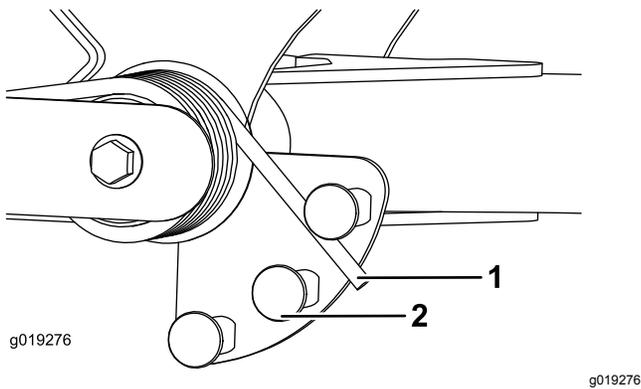

Рисунок 53
2. Наденьте трубу или аналогичный предмет на длинный конец пружины и поверните его вокруг пружинного привода в нужное положение (Рисунок 53).